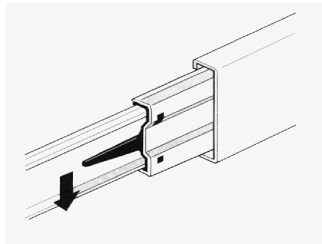
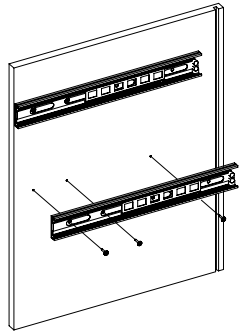

Рис.3
Рис.4
2. Отсоедините от основания телескопических направляющих внутренние планки, отогнув пластиковый рычажок фиксатора (Рис.3). Основания телескопических направляющих закрепите на деталях 3 и 2 шурупами 3,5x16 (Рис. 4).